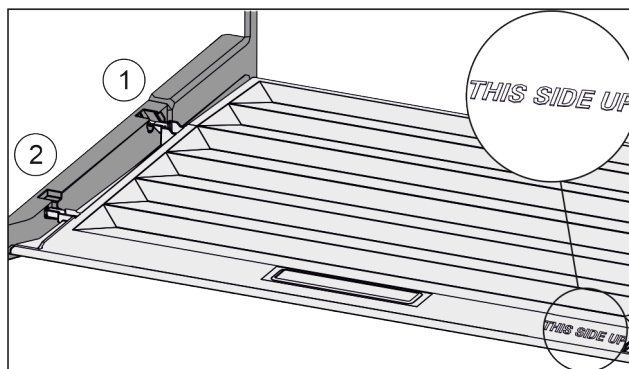

Fig. 84
- ▶ Anbring dækslets tappe over åbningen i den bageste holder Fig. 84 (1), og lad dem gå i indgreb i forreste holder Fig. 84 (2).